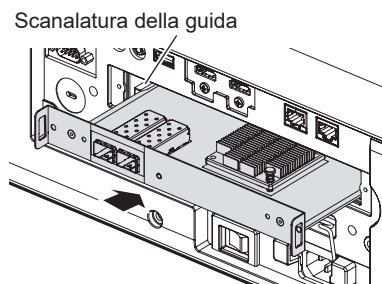

Fig. 2
2) Installare la scheda funzione nel proiettore. (Fig. 2)